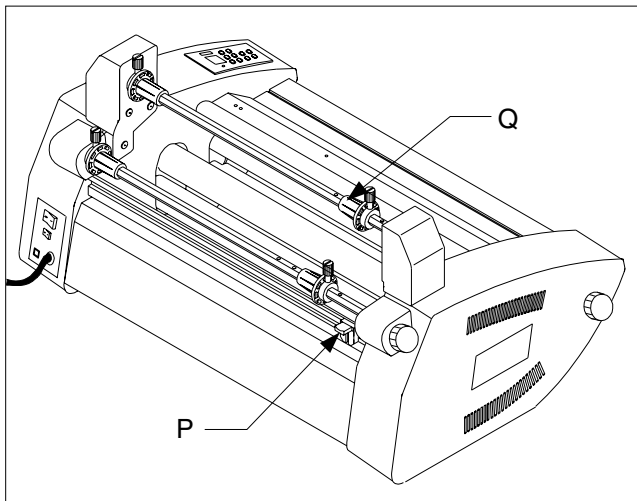

Fig. 8
**P. REAR SLITTER:** Used to cut off the laminated web, (Figure 8).
**Q. TAKE UP ASSEMBLY:** Rewinds the release liner of the pressure sensitive films, mounting films and used foil. Comes standard on the Catena 105 and 65 models (Figure 8).
Zum Abtrennen der laminierten Bahn (Abb. 8).
**Q. AUFNAHME:** Zum Aufrollen der ablösbaren Schicht an selbstklebenden Folien, Aufziehfolien und verbrauchten Folien. Standardausrüstung im Modell Catena 105 und Catena 65 (Abb. 8).
**P. ACHTERSTE AFNIJRAND:** Deze wordt gebruikt om de gelamineerde baan af te snijden (zie afb.8).
Hiermee wordt de losconstructie van de drukgevoelige films, de opplakfilms en de gebruikte folie teruggedraaid. Standard op de Catena 105 en 65 (zie afb. 8).
**P. MASSICOT ARRIÈRE:** utilisé pour couper les lés de film réceptionnés en sortie de plastifieuse (Figure 8).
permet de rembobiner la feuille protectrice des films de plastification à froid, des films de montage et des feuilles métal. Fourni avec la plastifieuse Catena 105, en 65 (Figure 8).